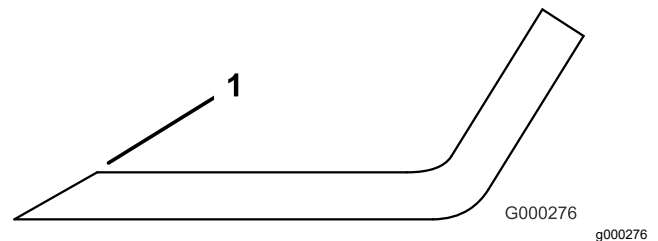

Bild 27
1. Schärfen Sie die Schnittkanten an beiden Enden des Messers (Bild 27).